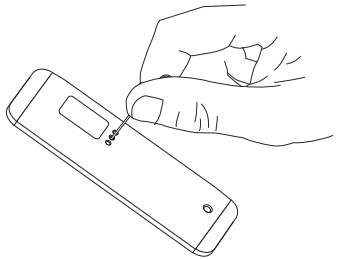

图 26
- 用一根小圆铁或回型针，插入遥控发射器背部牵引索电子定位设置键孔，按下牵引索电子定位设置键后，键孔处发蓝/绿种色光，再按牵引索上行键，些时红灯亮，待外壳上升到合适的位置后，再按下索引索电子定位设置键，红发二极管熄灭，银幕停止上升，此位置就是设定银幕升限位置（如图 26- 27）。